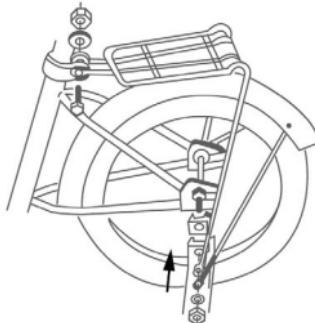

Figura 11
1. Installare ruote ausiliarie. (Figura 11)